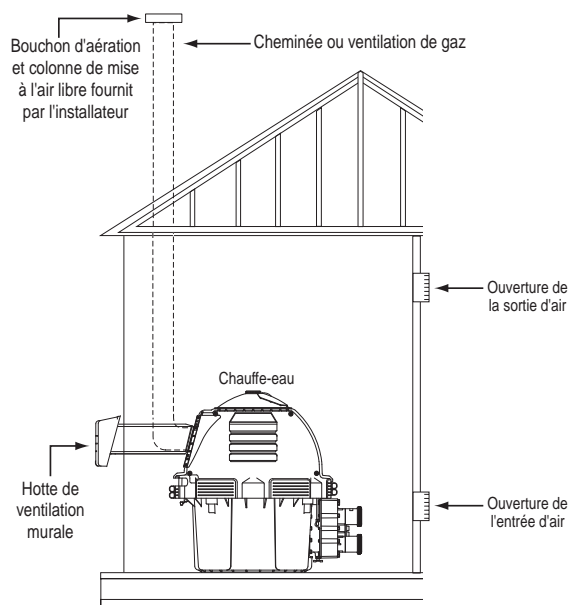

Figure 16.
## VENTILATION HORIZONTALE OU VERTICALE - PRESSION POSITIVE (Voir les Figures 16, 17, et 18)
6. **Terminaison d'évacuation - Verticale** (Voir les **Figures 16 et 17**), pour la hauteur de la terminaison d'évacuation au-dessus du toit. Utiliser une terminaison d'évacuation homologuée et spécifiée dans les codes locaux et selon les directives du fabricant. Une terminaison d'évacuation doit être verticale. Au Canada, l'emplacement du couvercle de terminaison doit être à un minimum de 4 pieds (1,2 m) de distance horizontalement des compteurs électriques, des compteurs de gaz, des régulateurs et des soupapes de sécurité.